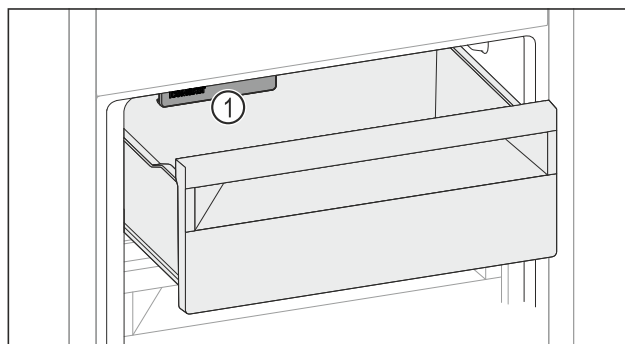

Fig. 61
- ▶ Uwzględnić IceMaker Fig. 61 (1).